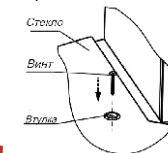

рис. 7
6.3 Крепление стекла для КВ «Аметист S4 60», «Аметист S4 90» (рис.7).